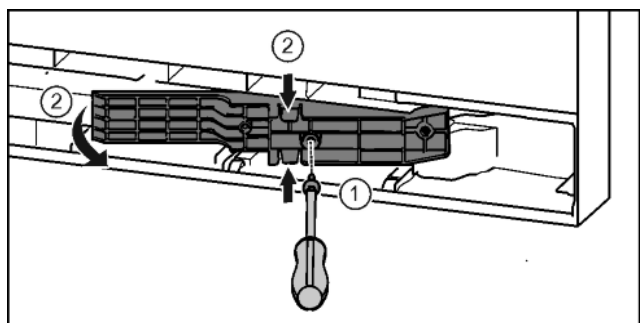

Fig. 21\*
- ▶ Отпустить винты отверткой T15.\* Fig. 21 (1)
- ▶ Извлечь деталь адаптера.\* Fig. 21 (2)